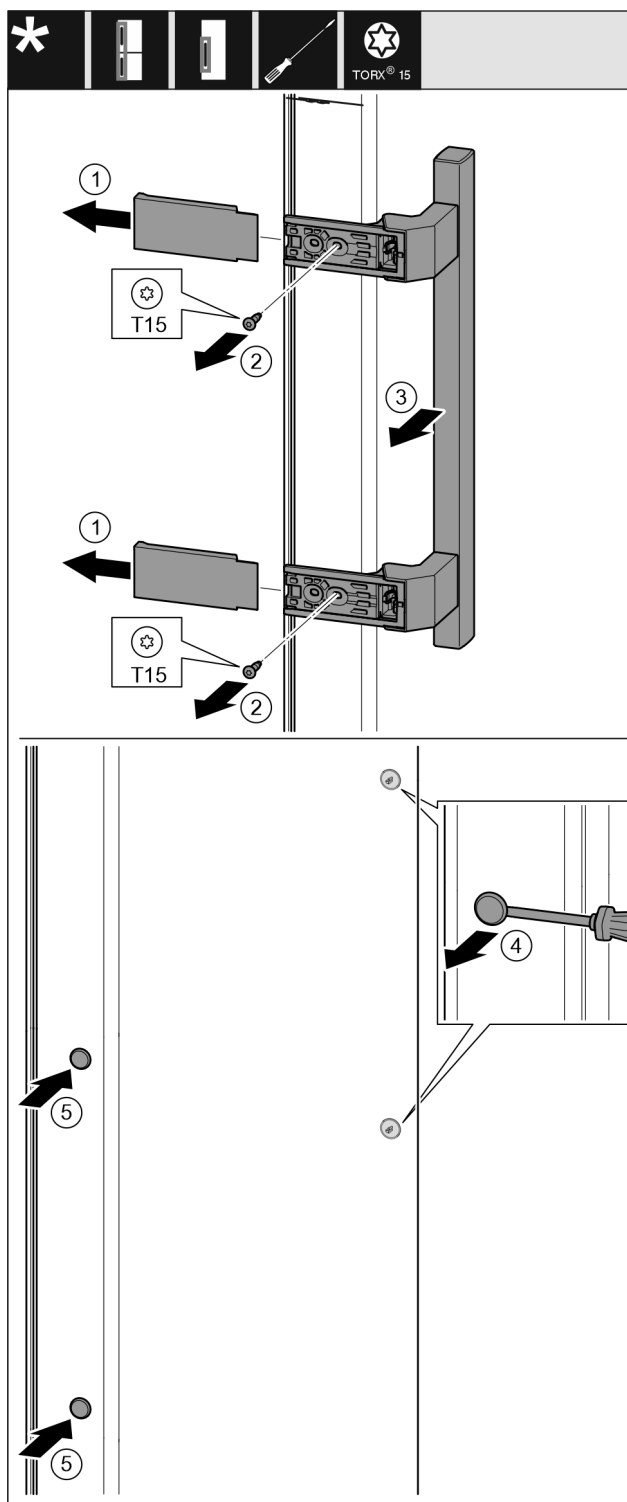

Fig. 20
- Tag afdækningen af. Fig. 20 (1)
- Skru skruerne ud med skruetrækkeren T15. Fig. 20 (2)
- Tag grebet af. Fig. 20 (3)
- Løft forsigtigt propperne i siden op med en flad skrue-trækker, og træk dem ud. Fig. 20 (4)
- Sæt propperne igen i den anden side. Fig. 20 (5)